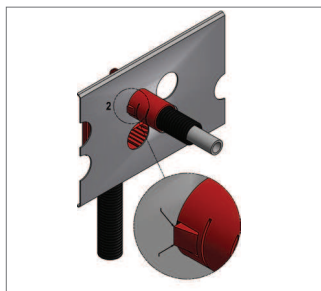

Fig. 5-37
- **Steg 2:** Se till att väggbockfixturen ligger plant mot metallplattan och att båda clipsen har klickat i ordentligt (Fig. 5-37).